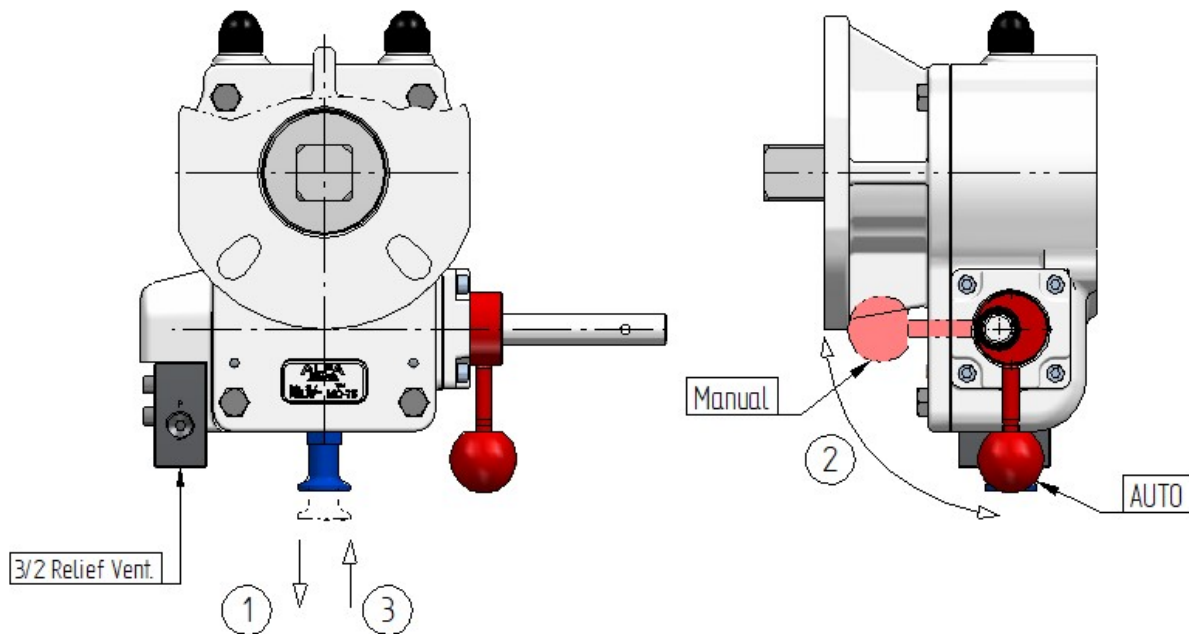

Figure 8 : Réducteur gamme MO
2. Avant toute manœuvre manuelle, le réducteur doit être mis en mode manuel. Pour ce faire, se référer à la figure 8 et suivre les étapes suivantes :
- i. Tirer le bouton vers l'extérieur (3) et le maintenir dans cette position.
- ii. Tourner la poignée dans le sens horaire (2), puis relâcher le bouton. Continuer à tourner la poignée jusqu'à ce que le bouton retombe dans sa position de verrouillage (1).